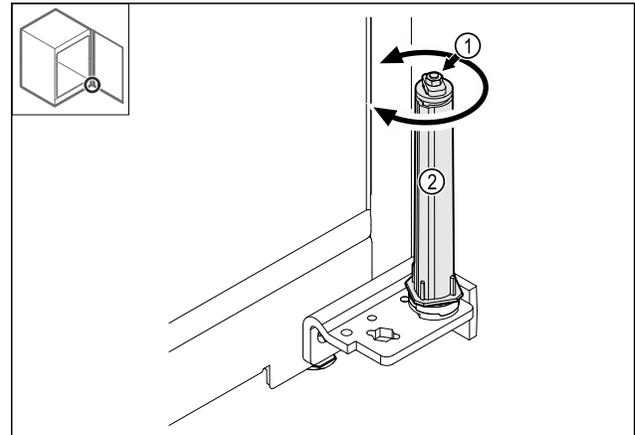

Fig. 40
- Ne pas démonter le raccord vissé Fig. 40 (1) du système de fermeture.
- Faire tourner le système de fermeture Fig. 40 (2) jusqu'à entendre un clic.